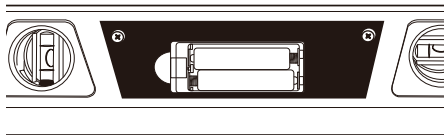

Рис.2
- 1) Откройте крышку батарейного отсека, которая расположена с обратной стороны электронного уровня (Рис.2).